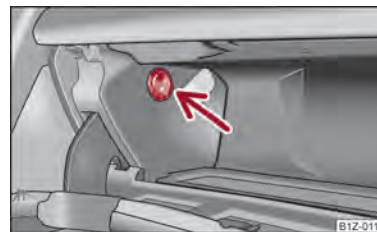

Fig. 76 Torpedoul: Răcire
- Deschideți, respectiv închideți răcirea de la întrerupătorul ⇒ fig. 76.